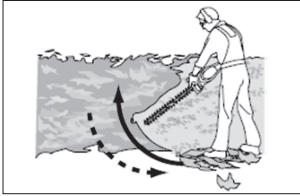

Рис. 1
2. Завжди міцно тримайте виріб обома руками за передню ручку (1) та задню ручку (4). Ніколи не керуйте цим виробом лише однією рукою.
4. Спочатку обріжте обидві сторони від нижньої обрізки до верху. Це дозволить уникнути потрапляння будь-якого з живців на шлях ділянки, яку ще потрібно обрізати (рис. 1).